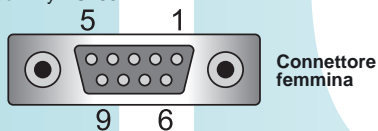

Fig. 22
■ L'inverter SunEzy è dotato, di serie, di un'interfaccia RS232, che consente l'accesso ai dati dell'apparecchio utilizzando un PC tramite il software SunEzy Control fornito in dotazione. Questo collegamento è accessibile rimuovendo la copertura RS232 presente sul pannello inferiore dell'apparecchio. Si tratta di una presa DB9 femmina (Fig. 22), i cui pin sono illustrati nella tabella riportata a lato.